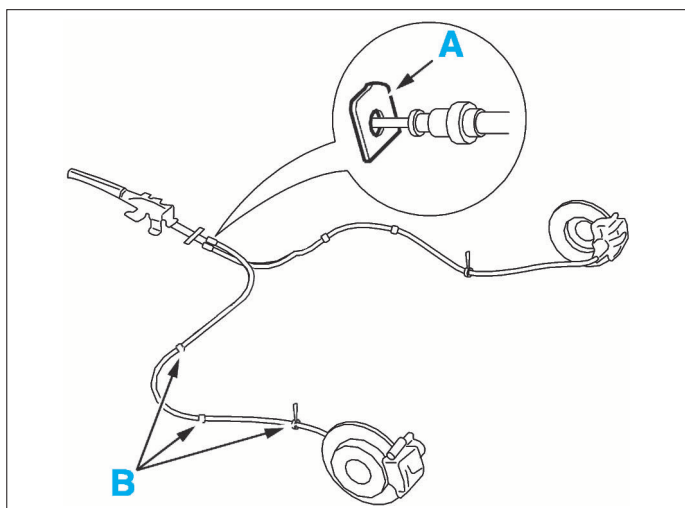

FIG. 20
- contrôler le bon cheminement de l'ensemble des câbles (Fig.20)